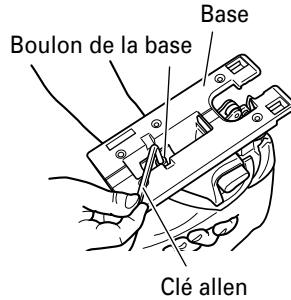
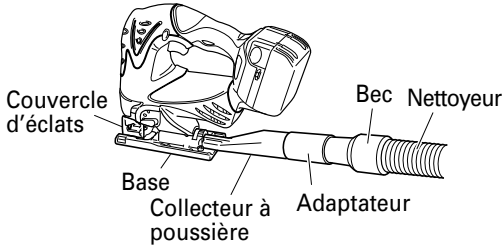

Fig. 16
Fig. 23
- (1) Desserrer le boulon de la base avec la clé allen fixée à la base. (Fig. 16)
- (1) Desserrer le boulon de la base avec la clé allen fixée à la base. (Fig. 16, 17)
- (3) Resserrer le boulon M5. (Fig. 16)
- (4) Régler la position orbitale sur "0".
- (1) Retirer la clé allen de la base.
- (2) Déplacer la base à fond vers l'avant. (Fig. 16, 17)
- (3) Fixer le couvercle d'éclats.
- (4) Raccorder le collecteur à poussière à l'adaptateur. (Fig. 23)
- (5) Raccorder l'adaptateur au bec du nettoyeur. (Fig. 23)